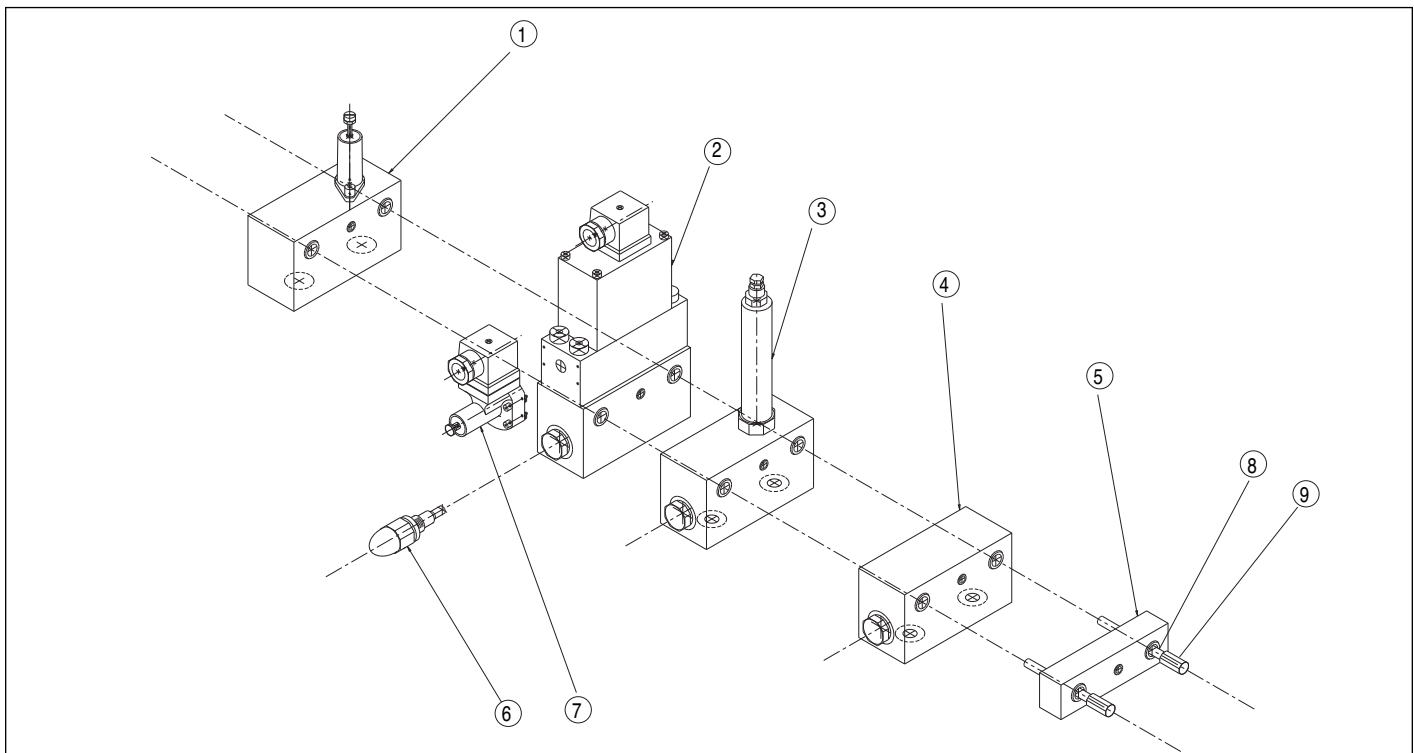

Abbildung 15. BEISPIEL FÜR EINE VENTILSÄULENBAUGRUPPE
1. Den Ventilverteiler „WM10“ so positionieren, daß die Ventilfixierstifte nach oben zeigen (s. Pos. 1, Abbildung 15). Beide Zugstangen mit der kurzen Gewindeseite in den Verteiler schrauben.
2. Die gewünschten Ventile und Zubehörteile übereinanderstapeln (s. Pos. 2, 3 und 4, Abbildung 15). Sicherstellen, daß die Fixierstifte und die dazugehörigen Bohrungen aufeinander ausgerichtet sind.
3. Die Deckplatte auf den Zugstangen anbringen (s. Pos. 5, Abbildung 15).
4. Dichtungsscheiben auf jeder Zugstange anbringen (s. Pos. 8, Abbildung 15).
5. 10-mm-Hutmuttern über jeder Zugstange anbringen (s. Pos. 9, Abbildung 15). Auf ein Drehmoment von 7,5 Nm (5,5 ft-lb.) anziehen.